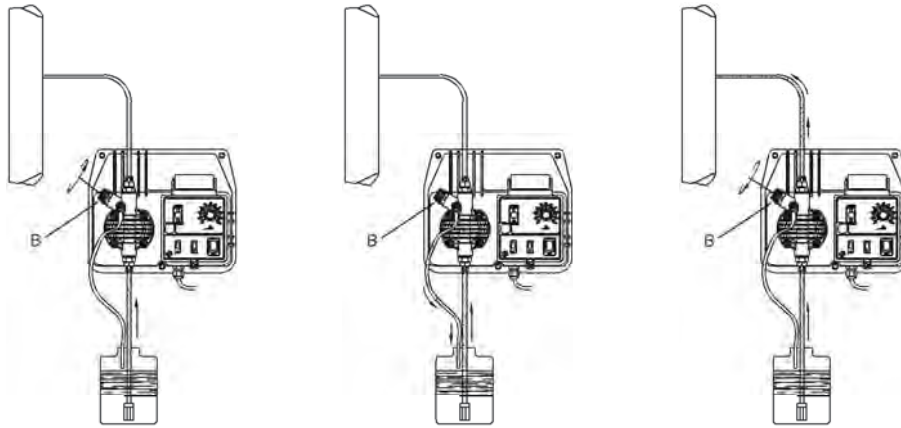

Fig. 8
f. Cebado de la bomba: si la bomba cuenta con válvula de drenaje, conecte el tubo de impulsión y siga la secuencia indicada en fig.8.